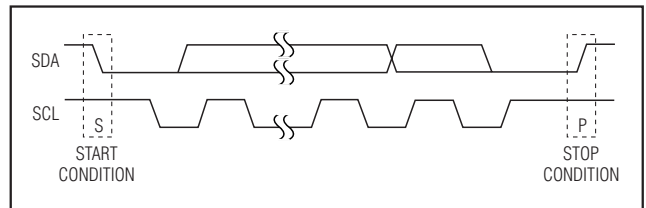

图2. START 和 STOP 条件
每次传输过程包括：主机发送一个 START 条件，接下来发送 MAX7320 的 7 位从地址和 R/\bar{W} 位，然后发送 1 个或更多的数据字节，最后发送 STOP 条件终止传输 (图 2)。
串行接口空闲时，SCL 和 SDA 均保持高电平。主机通过发出 START (S) 条件指示传输开始，START 条件是在 SCL 为高时、SDA 由高至低的跳变产生的。主机完成与从机的通信时，主机发出 STOP (P) 条件，STOP 条件是在 SCL 为高时、SDA 由低至高的跳变产生的。之后，释放总线，以进行下一次传输 (图 2)。